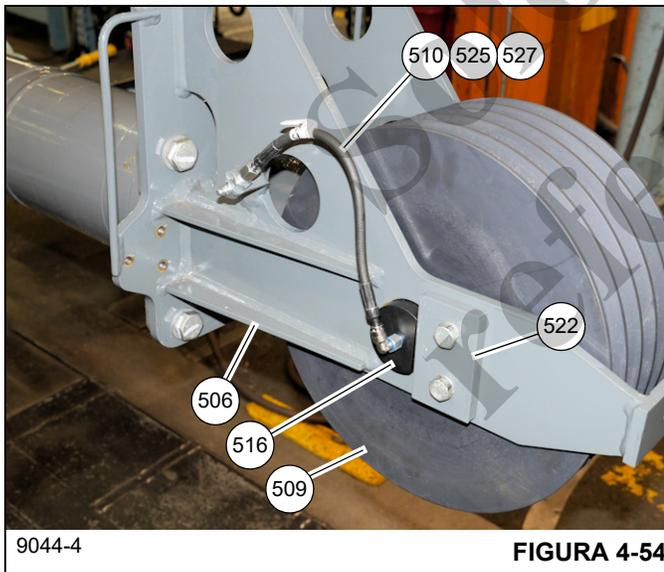
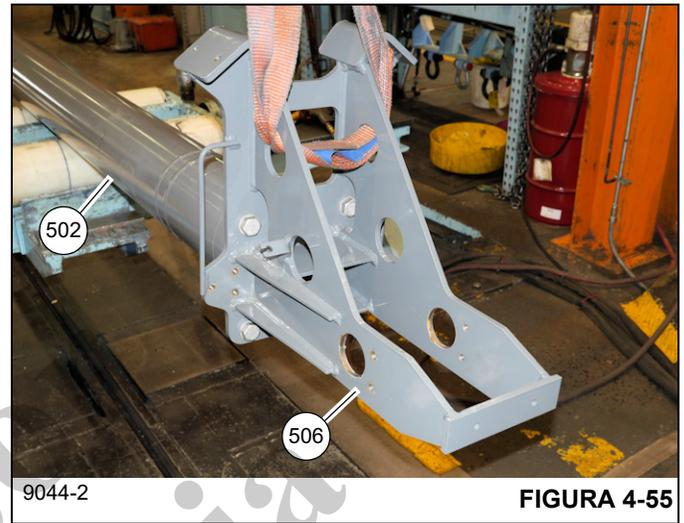

FIGURA 4-54
FIGURA 4-55
70. Retire la manguera de engrase (510) y adaptadores (525, 527) del pasador de polea (516) y miembro soldado (506) de la cabeza de polea (vea la Figura 4-54).
71. Retire dos pernos y arandelas (535, 540) que fijan la placa (522) a los lados derecho e izquierdo del miembro soldado (506) de la cabeza de polea. Retire el pasador de polea (516) y polea de la cabeza del cilindro (509) (vea la Figura 4-54).
72. Retire cuatro pernos y arandelas (542, 529) que fijan el miembro soldado (506) de la cabeza de polea a la parte
delantera del cilindro telescópico N.º 1 (502) (vea la Figura 4-55).